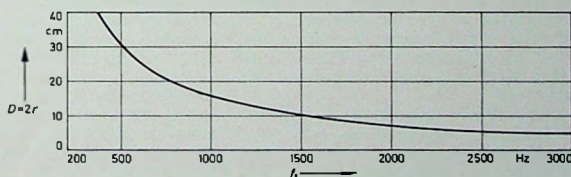

Bild 10. Erste Teilschwingungsresonanz f_1 als Funktion des Durchmessers $D = 2r$ von Konusmembranen aus geschöpftem Papier
Für Tieftonsysteme kann man allgemein fordern, daß ihre Membranen einen sehr großen Durchmesser haben sollen und daß ihre Schwingespulen große Amplituden zulassen. In der Praxis wird der Durchmesser der Baßlautsprecher durch die geometrischen Maße der Gehäuse begrenzt, und man wird nur selten über $2r = 20 \dots 30 \text{ cm}$ hinausgehen. Damit liegt auch ihre obere Frequenzgrenze nach Abschnitt 3.1. fest, nämlich $758 \dots 505 \text{ Hz}$ für die 1. Transversalschwingung nach Gl. (6). Aus Bild 10 kann man die 1. Teilschwingungsresonanz in Abhängigkeit vom Konusdurchmesser entnehmen. Durch Dämpfung der Membran läßt sich die Frequenzgrenze in gewissen Grenzen erhöhen.